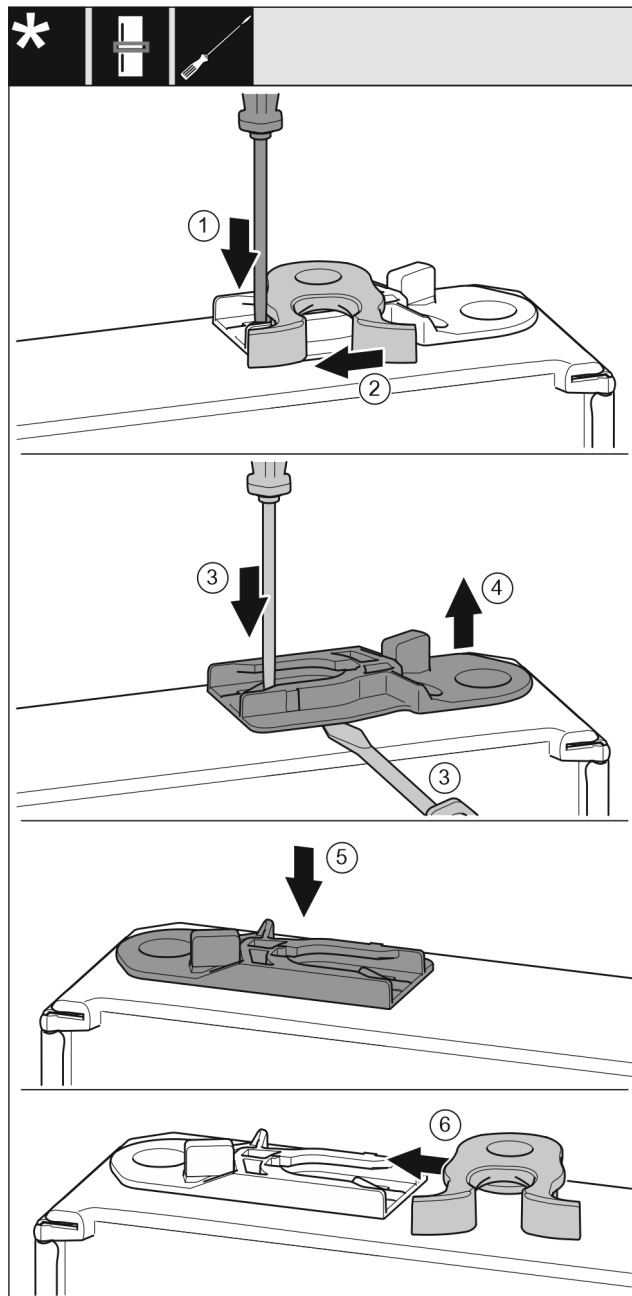

Fig. 51 *
- Nyomja le a fedőlemezt Fig. 51 (1) lapos csavarhúzóval.*
- Húzza ki a záróhorgot Fig. 51 (2) a vezetősínből.*
- Húzza ki a vezetőhüvelyt Fig. 51 (3, 4): Nyomja a fedőlemezt lapos csavarhúzóval, és közben nyúljon lapos csavarhúzóval a vezetőhüvely alá.*
- Tolja be a kiszállított csomagban található vezetőhüvelyt Fig. 51 (5) a ház másik oldalára.*
- Tolja be a záróhorgot Fig. 51 (6) a vezetősínbe.*